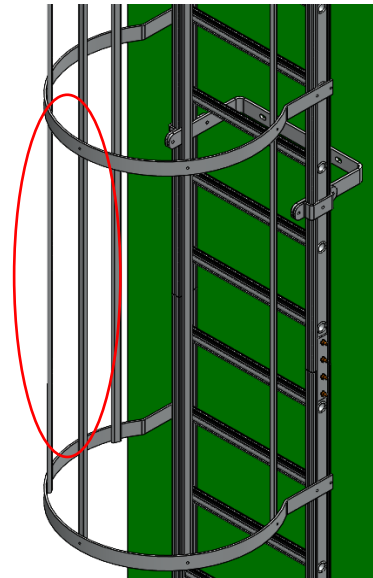

Figure 6
- Si une échelle est plus longue que l'extrusion de l'échelle (voir figure 6) ou si le transport vers le site doit être effectué en sections plus petites, une division d'échelle est utilisée.
- Si une échelle est plus longue que l'extrusion de l'ovale (voir figure 6) ou si le transport vers le site se fait par petites sections Si l'on ne veut pas qu'elle le soit, on a recours à une division en cage.